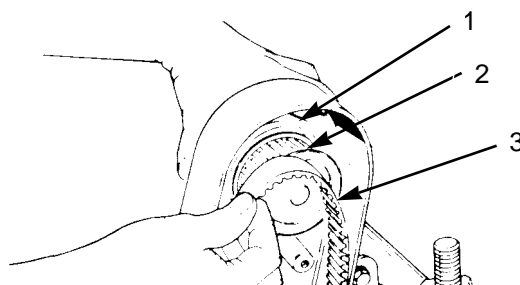

図11
注: Cuttingユニットにモータを取り付ける前に、モータ・プーリの固定ネジがモータ・シャフトにしっかり止まっているのを確認してください(図11)。
3. リール・モータ・プーリをハウジングから入れ、ベルトをまわし掛ける(図11)。